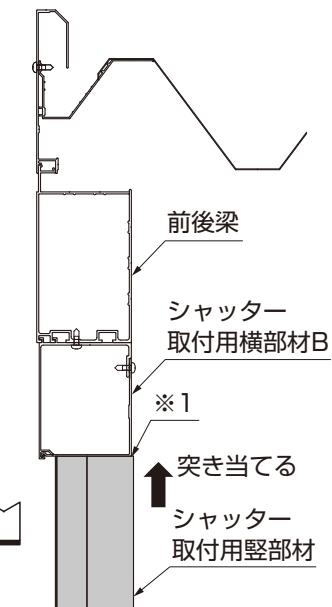

図3-2 シャッター取付用堅部材の突き当て
- シャッター取付用縦部材を、シャッター取付用横部材Bに突き当てる(※1)、取付けてください。(図3-2参照)